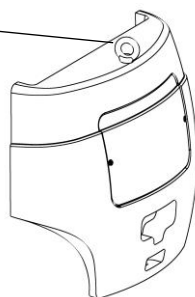

Рисунок 2-35
(3) Место для подъема противовеса представлено на Рис. 2-35